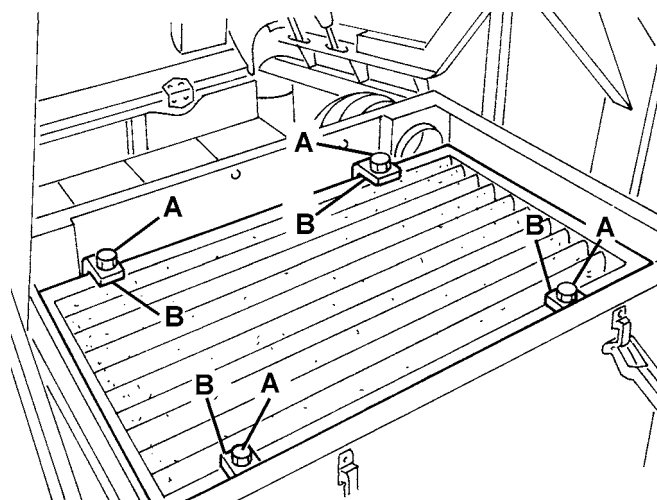

Figure 16
5. Dévisser les pommeaux (A, Fig. 16) et enlever les étriers (B).